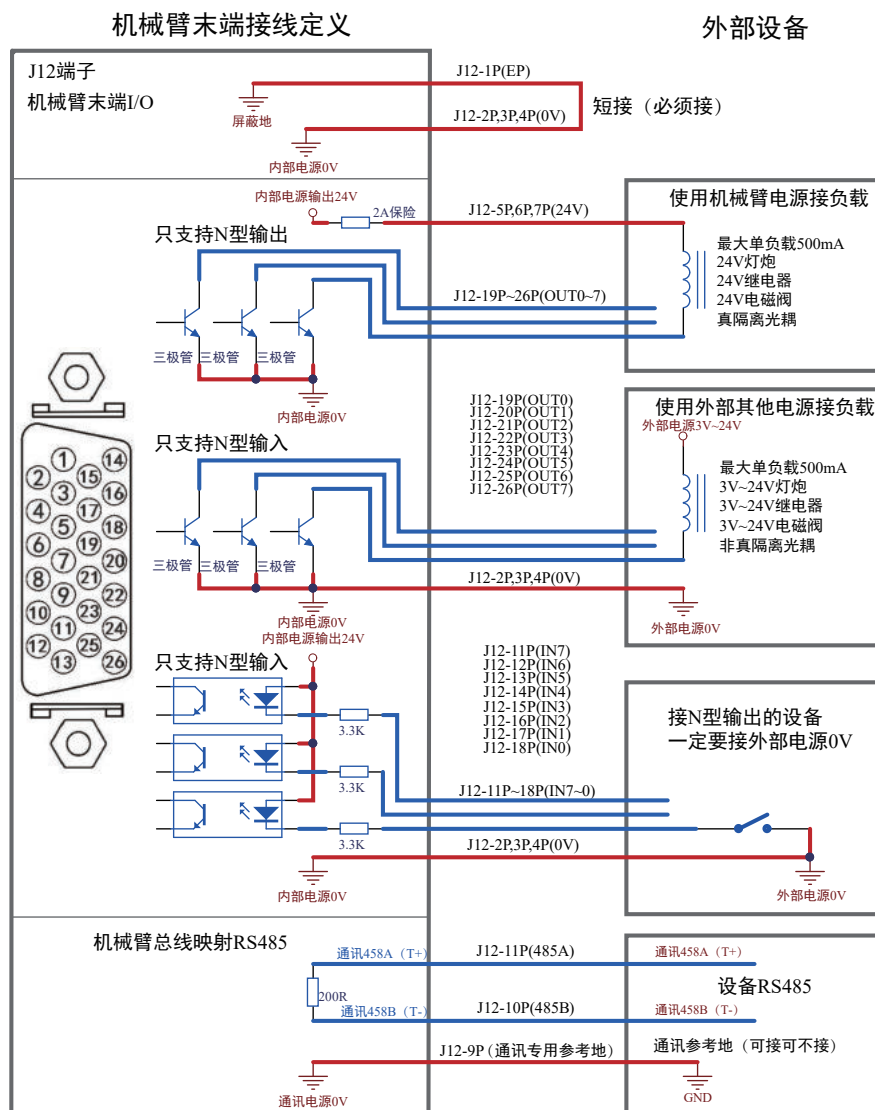

图 5
- (1) J10B为4芯直通线航空插头通到底座J10A;
- (2) J11B为4芯直通线航空插头通到底座J11A。
7.J12接口内部电路设计（图5所示）